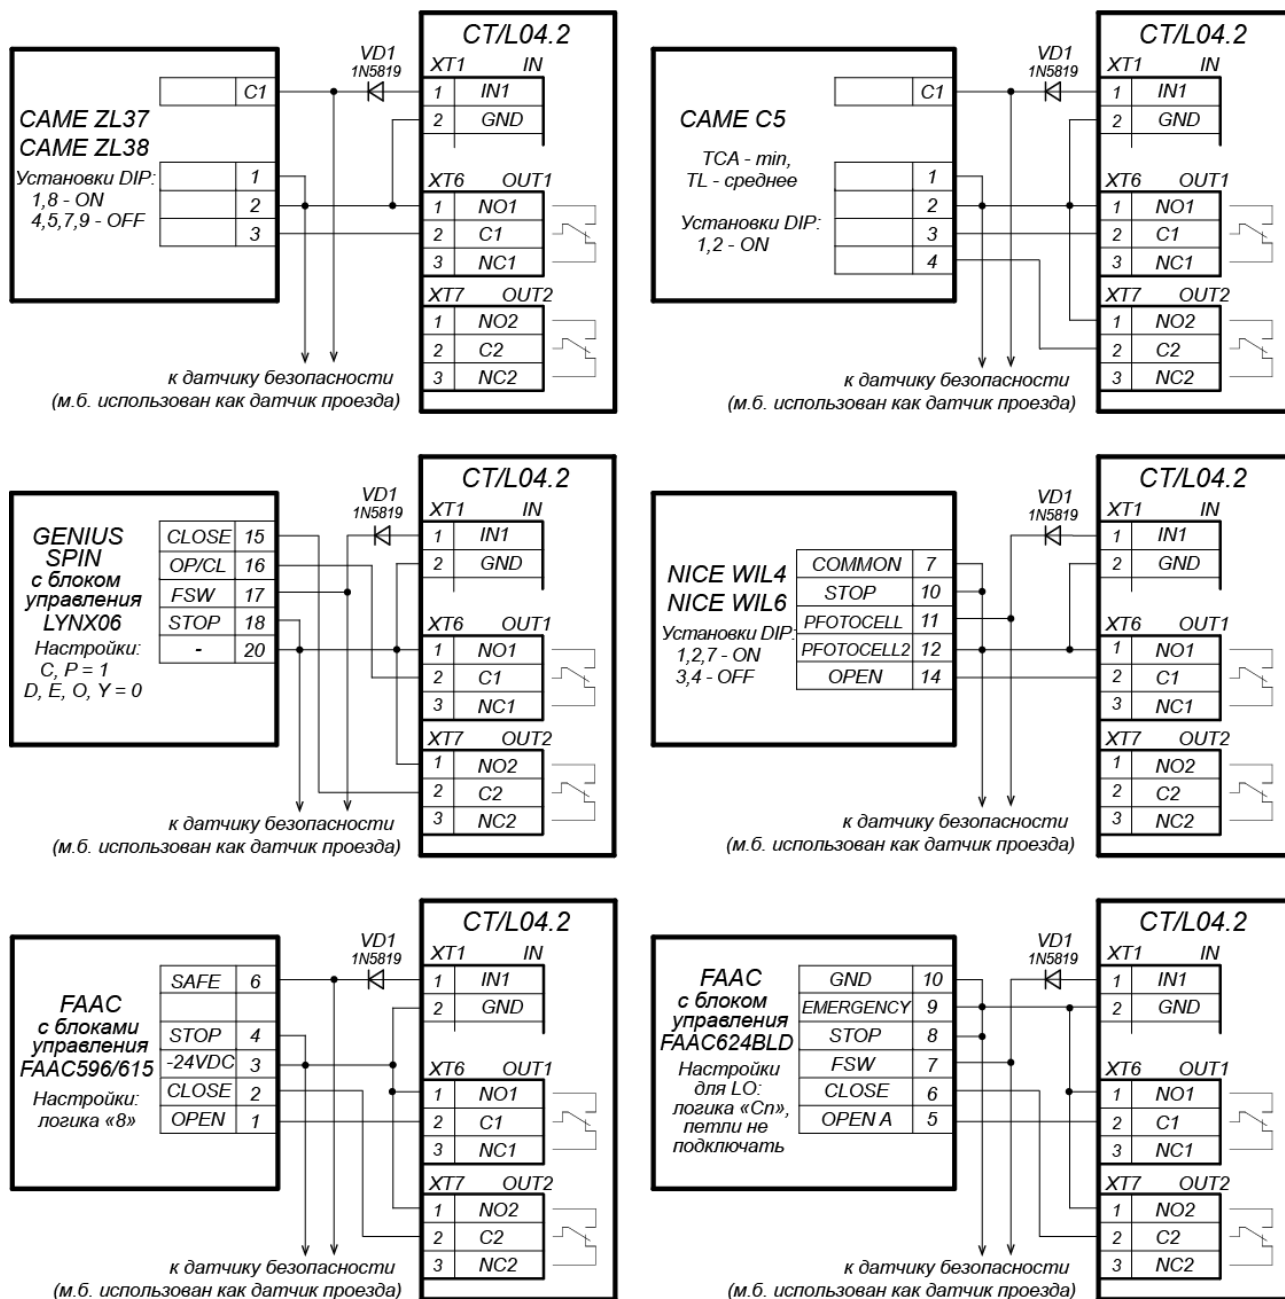

Рисунок 8. Примеры схем подключения шлагбаумов к контроллеру АТП
- Типовые схемы подключения ИУ АТП представлены на рис. 8.